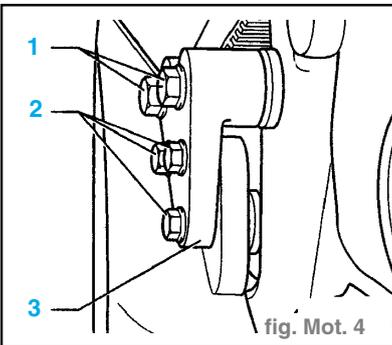

fig. Mot. 4
- Dévisser les vis de fixation (1) et (2) et retirer le palier de moteur (3). (fig. Mot. 4)
- Mettre en place le palier de moteur (3) avec les vis de fixation (1) et (2). (fig. Mot. 4)
- Serrer les vis de fixation (2) à **2 daN.m** et les vis de fixation (1) à **5,5 daN.m**.